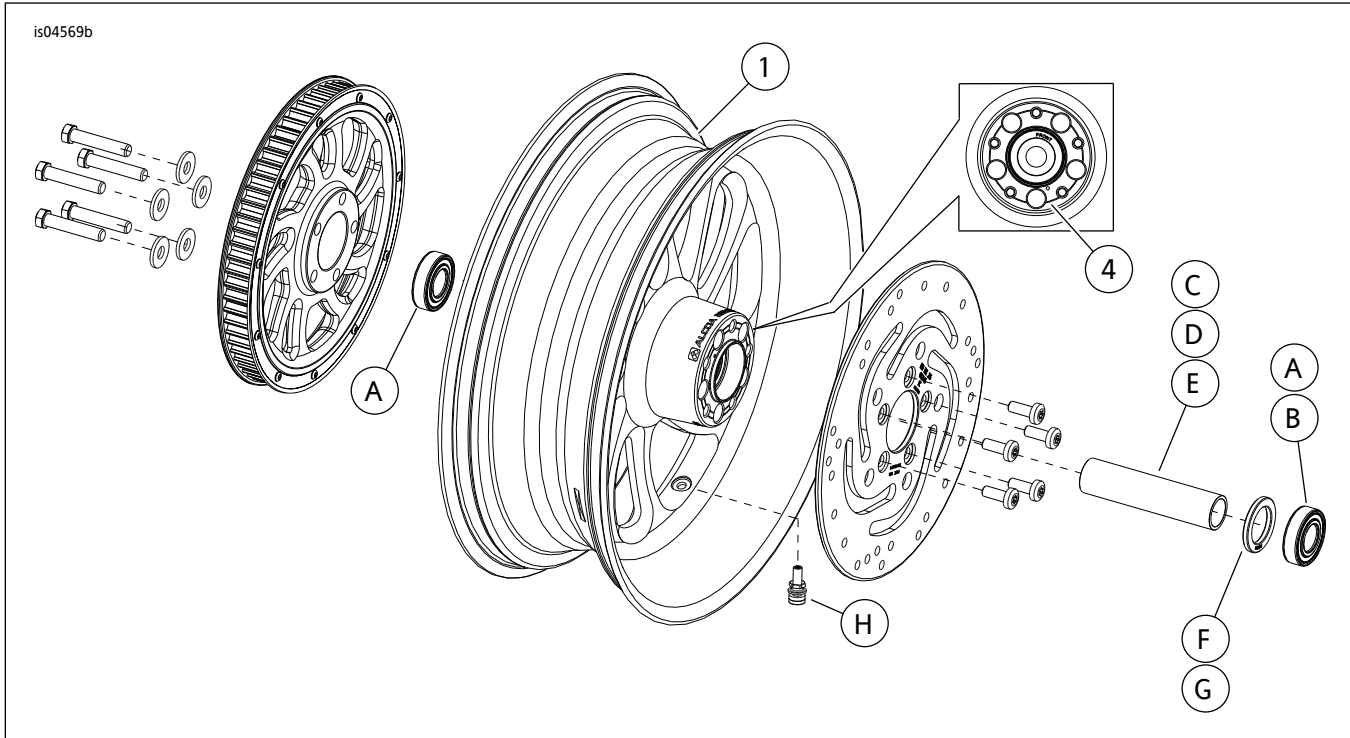

图1. 维修零件：叶片式后轮(图示为17英寸车轮)
参见图1和表2
2. 参见图1。在车轮上安装闸杆组件(H)。参阅维修手册。